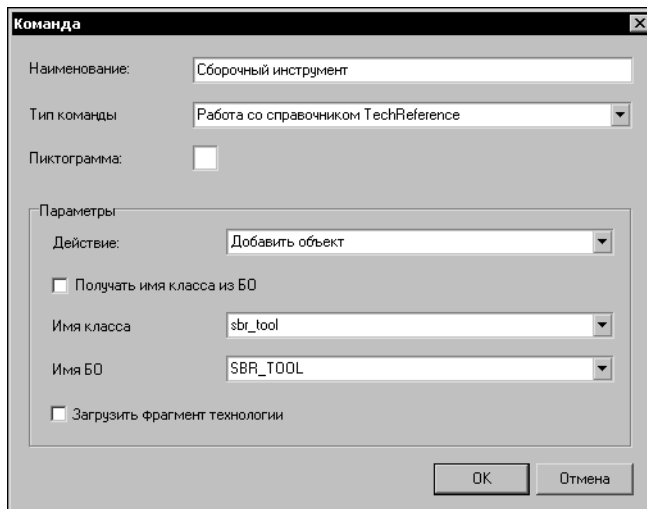

Рис. 18.10. Параметры команды «Основной переход» контекстного меню
4. В зависимости от выбранного типа команды в окно добавится перечень дополнительных параметров, которые нужно ввести (выбрать из раскрывающегося списка) для правильной работы команды. Например, для типа команды «Работа со справочником TechReference» нужно сначала указать параметр **Действие**, а затем при необходимости ввести дополнительные параметры, характерные для указанного действия (рис. 18.10). Все типы команд и их параметры, реализованные в базовой настройке ВЕРТИКАЛЬ, подробно рассмотрены в подразделе 18.5.2.